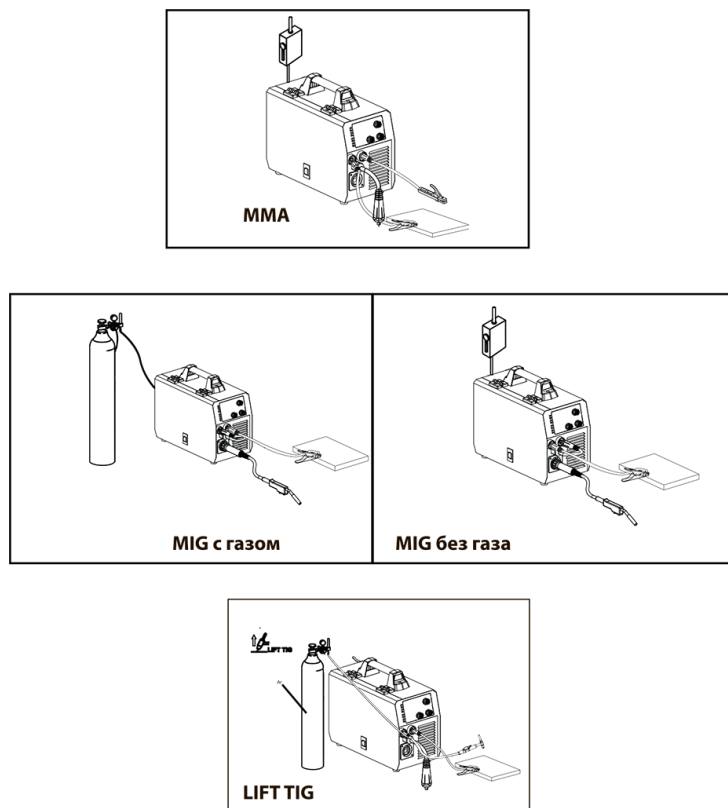

рис.3
5. Схема подключения и основные компоненты сварочного полуавтомата в режиме MIG-MAG, LIFT TIG и MMA соединения (рис.3):